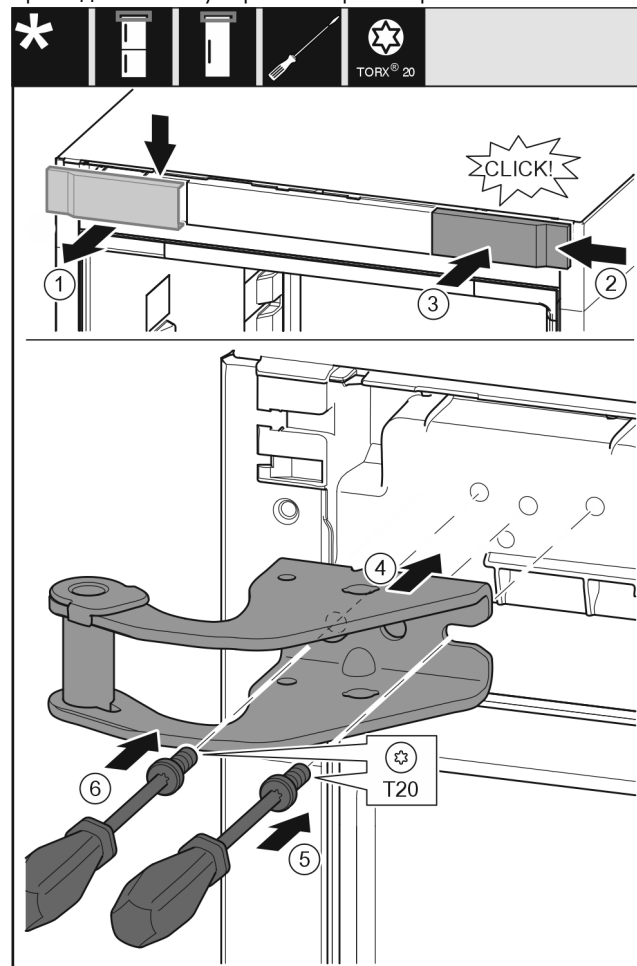

Fig. 11
- ▶ Снимите крышку сверху вперед. Fig. 11 (1)
- ▶ Навесьте крышку, повернув ее на 180°, справа с другой стороны. Fig. 11 (2)
- ▶ Зафиксируйте крышку. Fig. 11 (3)
- ▶ Установите верхний опорный кронштейн. Fig. 11 (4)
- ▶ Установите и затяните винт отверткой T20. Fig. 11 (5)
- ▶ Вставьте и затяните винт отверткой T20. Fig. 11 (6)